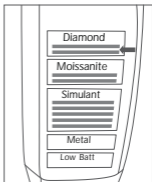

Fig. 7b
7. Pendant l'étalonnage, les voyants « Simulant », « Moissanite » et « Diamond » (Diamant) s'allument chacun progressivement, accompagnés d'un signal sonore rythmique ; les témoins DEL Diamond (Diamant) indiquent la dernière phase de l'étalonnage, tel qu'illustré dans la Fig. 7b.